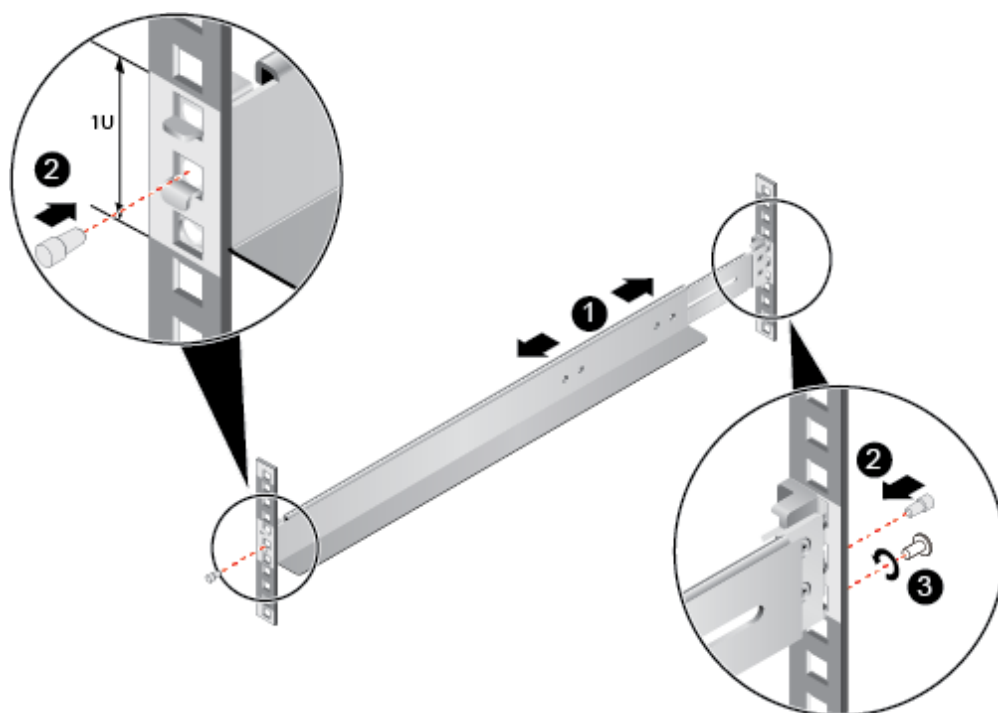

图 4-6 安装可伸缩滑道
- 1) 按照规划好的位置，将滑道水平放置，贴近机柜安装条，扣上挂钩，如图 4-6 中①所示。
- 2) 使用配套的皮塞，将滑道前后侧第二个方形孔塞紧，以固定滑道，如图 4-6 中②所示。
- 3) （可选）在滑道后侧下方的第一个方形孔上，安装一颗 M6 螺钉，以便固定滑道，如图 4-6 中③所示。